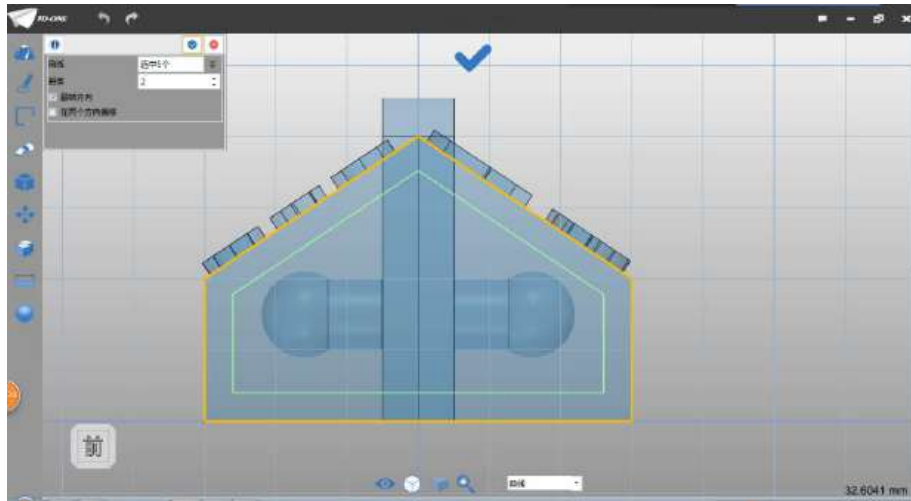

图 2-3
Step 3 框选参考的轮廓线，选择偏移命令 ，偏移距离为 2，偏移方向内侧，如下图 2-3 所示：